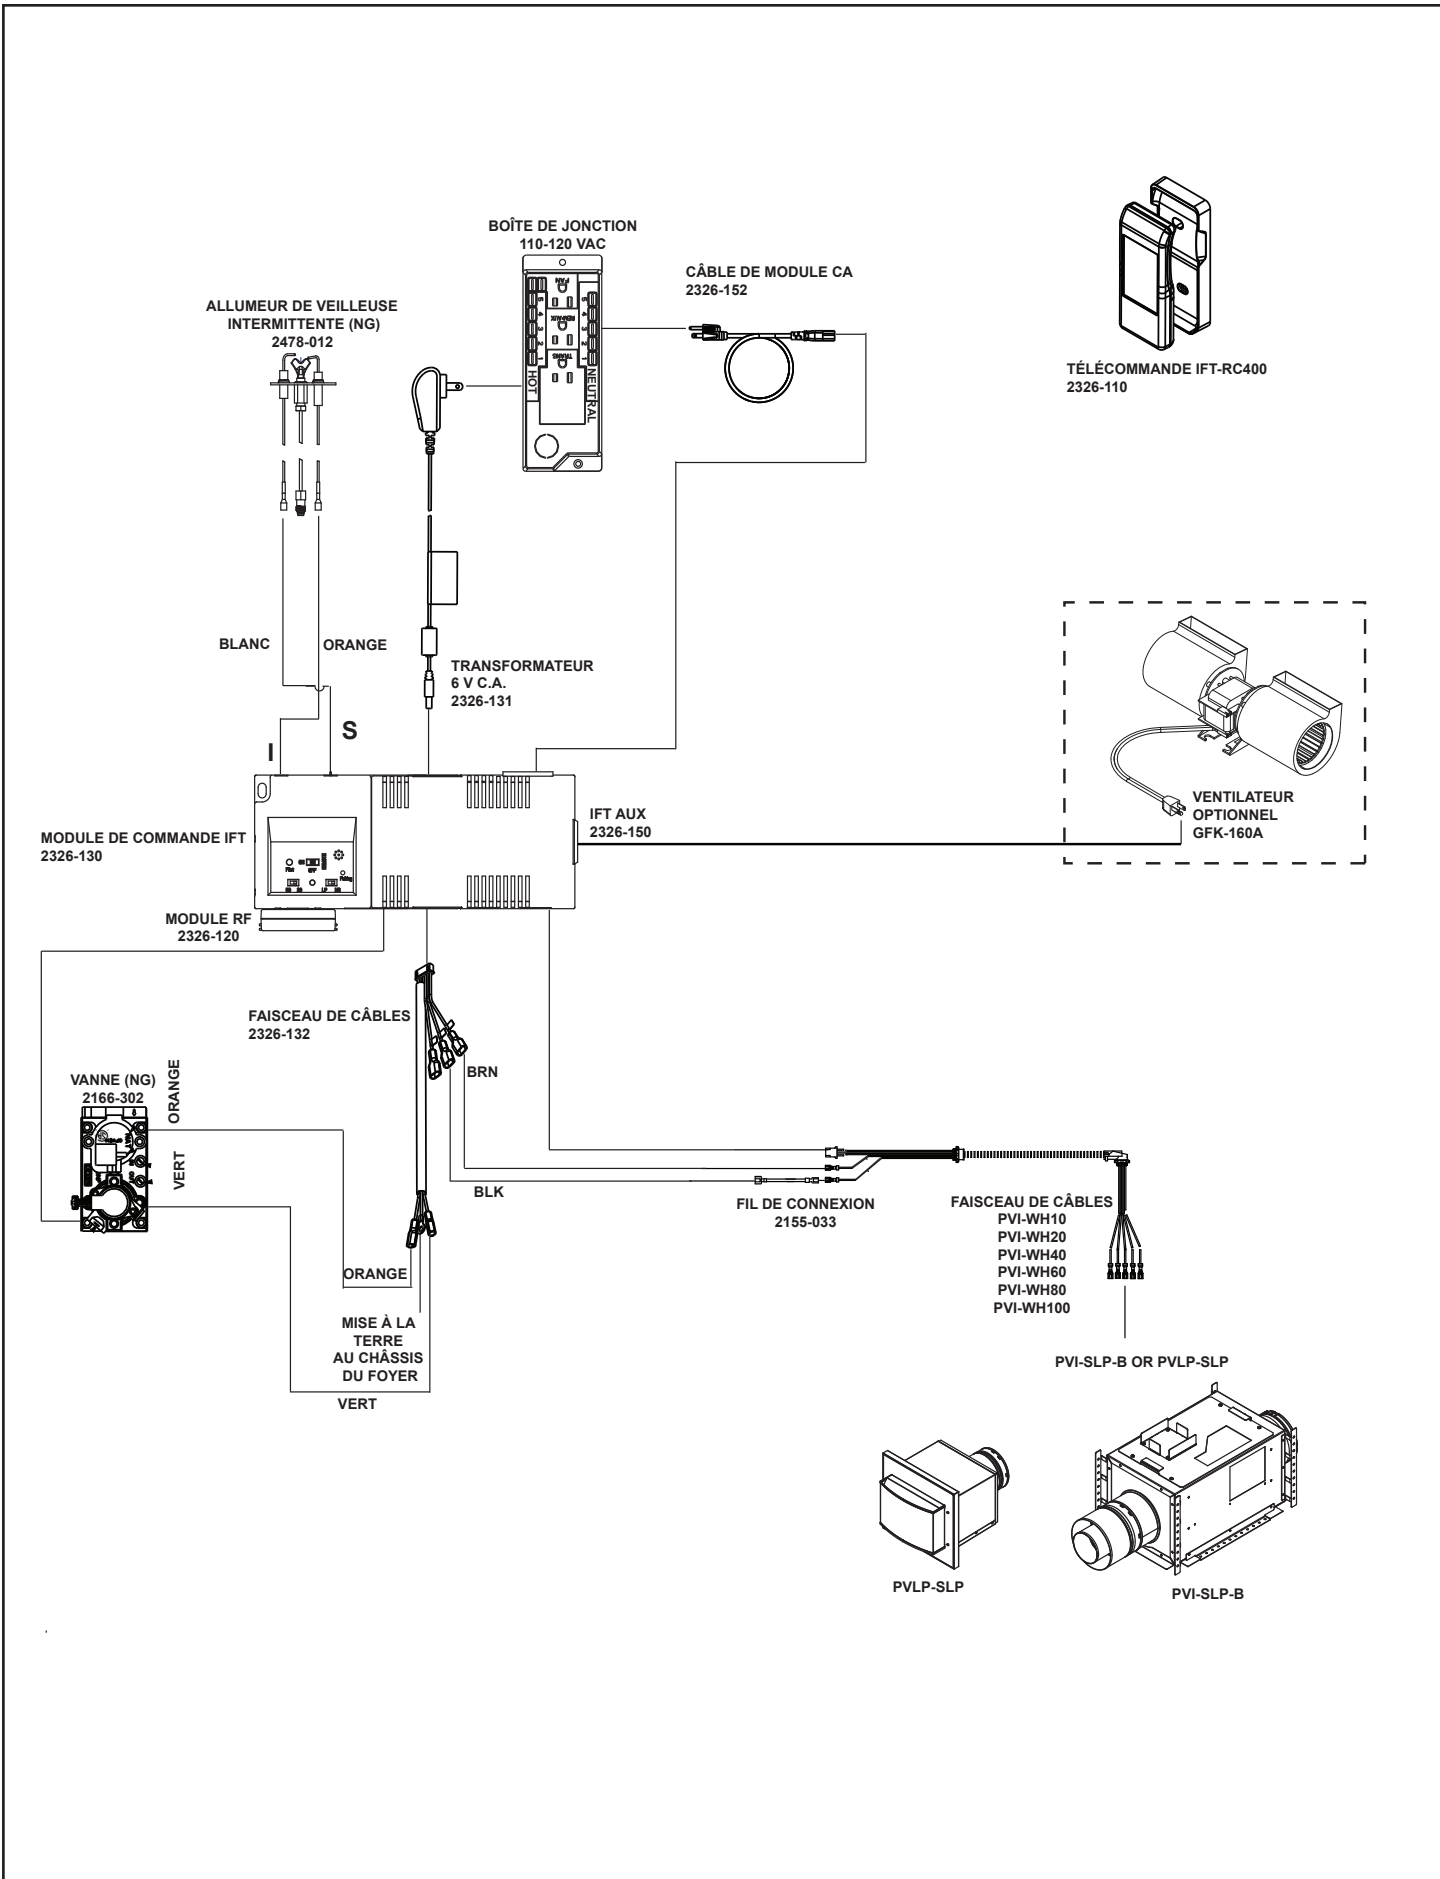

Figure 8.3 Câblage IntelliFire™ Tactile avec évent mécanisé facultatif
1. Installez et branchez le ventilateur dans l'appareil comme indiqué à la figure 8.3.